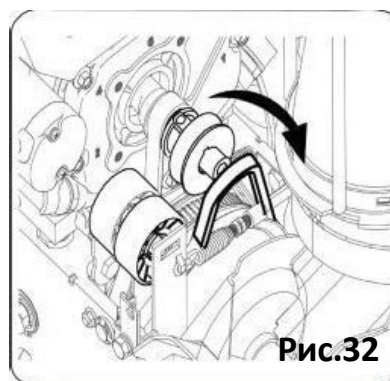

Рис.32
- Снимите ремень привода шнека со шкива двигателя см.рис.32.